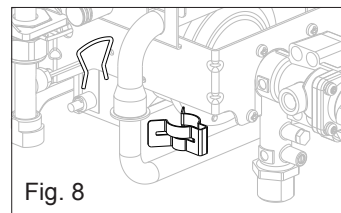

Fig. 8
- Remover a clip de fixação tubo gás-colector (fig. 8)